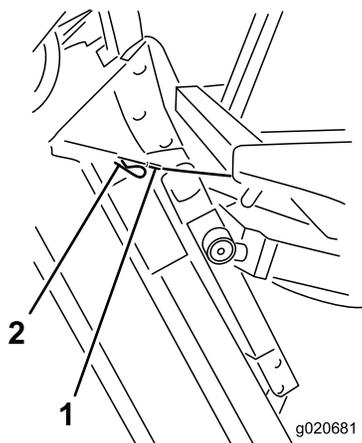

Рисунок 107
6. Удерживая деку газонокосилки в вертикальном положении, установите конец троса на штифт подъемного рычага деки газонокосилки и зафиксируйте его игольчатым шплинтом (Рисунок 107).